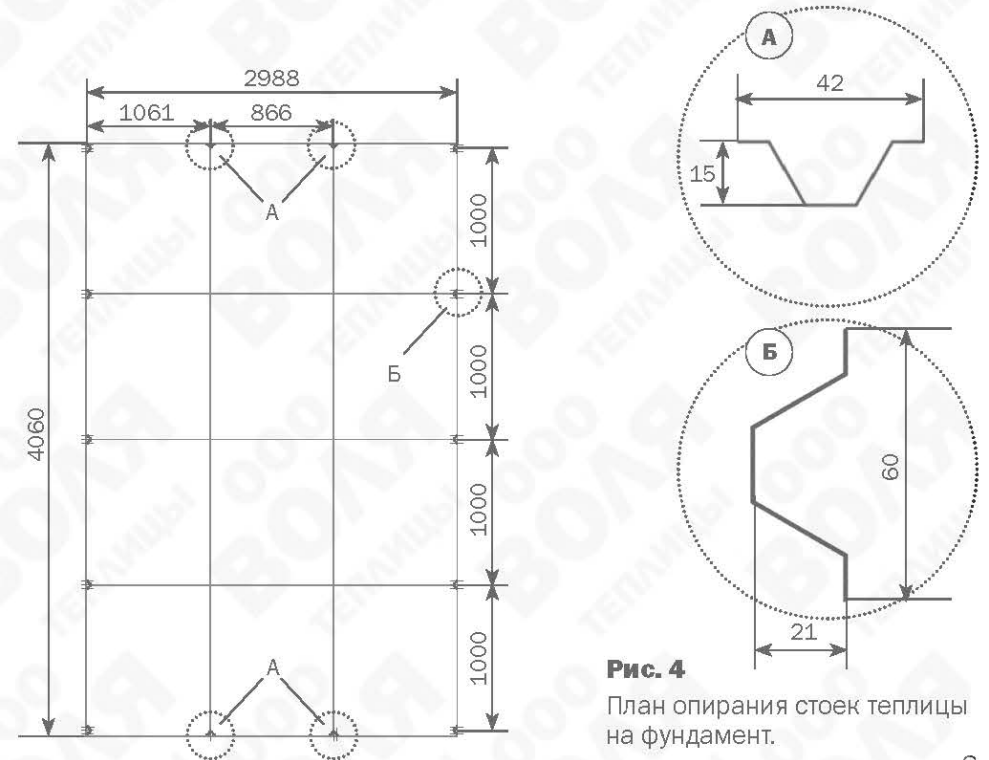

Рис. 4
3. На выбранном месте установки теплицы необходимо выкопать ямки по схеме **рис. 4** на глубину штыка лопаты. Установите каркас в ямки. Проверьте шнуром равенство диагоналей каркаса. Общая осадка теплицы в грунт делается такой, чтобы нижние детали **10** дверного проёма и нижние прогоны **2**, касались грунта. Снова проверьте шнуром равенство диагоналей и скорректируйте положение углов каркаса.